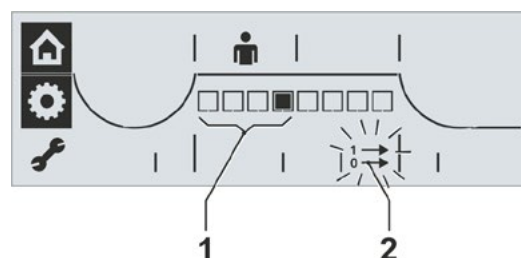

Bild 1: Visning av signaluppsättningen
- Vrid styrknappen i menyn "Parametrar" tills symbolen för signaluppsättningar blinkar (bild 1, pos. 2).
Ett svart segment visar aktuell uppsättning inom de fyra första positionerna på skalan (pos. 1). Här, på bild 1, har uppsättning 4 valts (se även tabellen ovan).